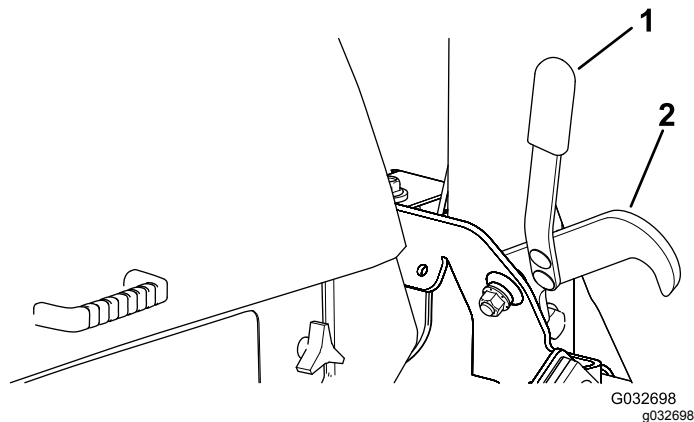

Figura 29
2. Usando la palanca, desenganche los cierres que sujetan las carcasas en la posición elevada (Figura 29).